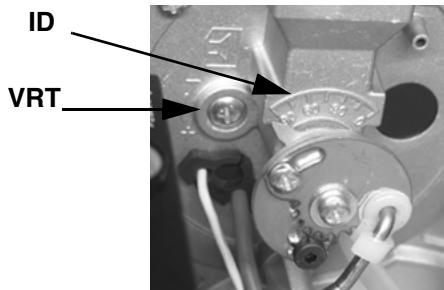
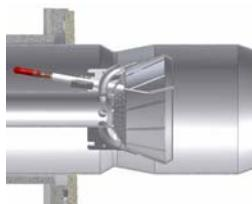
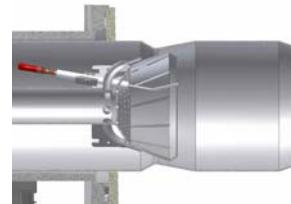

Рис. 5
Рис. 6
Рис. 7
На заводе-изготовителе голова сгорания горелки настраивается на положение максимальной мощности "MAX". Настройка на максимальную мощность соответствует положению головы "выдвинута полностью вперед" - для стандартного типа горелок (Рис. 6) и положению "полностью назад" - для горелок с низкими выбросами NOx (Рис. 7). Установка головы в положении "полностью вперед" - подразумевает под собой ее выдвижение внутрь камеры сгорания котла, в то время положение "полностью назад" означает - в сторону оператора. Что касается работы на сниженной мощности, необходимо последовательно сдвигать голову сгорания по направлению положения "МИН", вращая винт VRT (Рис. 5) по часовой стрелке. Индикатор ID указывает на сколько перемещается голова сгорания.
- 7 вывести горелку в режим **малого пламени**. Чтобы изменить расход газа - расслабить винт **V1** (Рис. 7) и отрегулировать угол раскрытия дроссельного клапана, при вращении пластинки **C** (по часовой стрелке - уменьшается расход газа, против часовой стрелки - увеличивается). Индикатор **S** указывает угол раскрытия